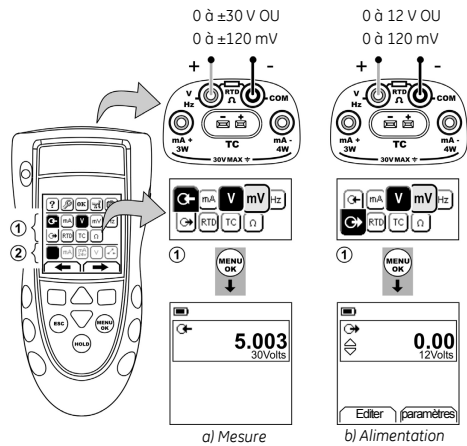

Figure 4 : Exemple de configuration - mesure/alimentation en volts ou mV (zone ①)
- 1. Raccordez l'instrument (Figure 4/5) et, si nécessaire, réglez le menu *Config.* (Tableau 1).